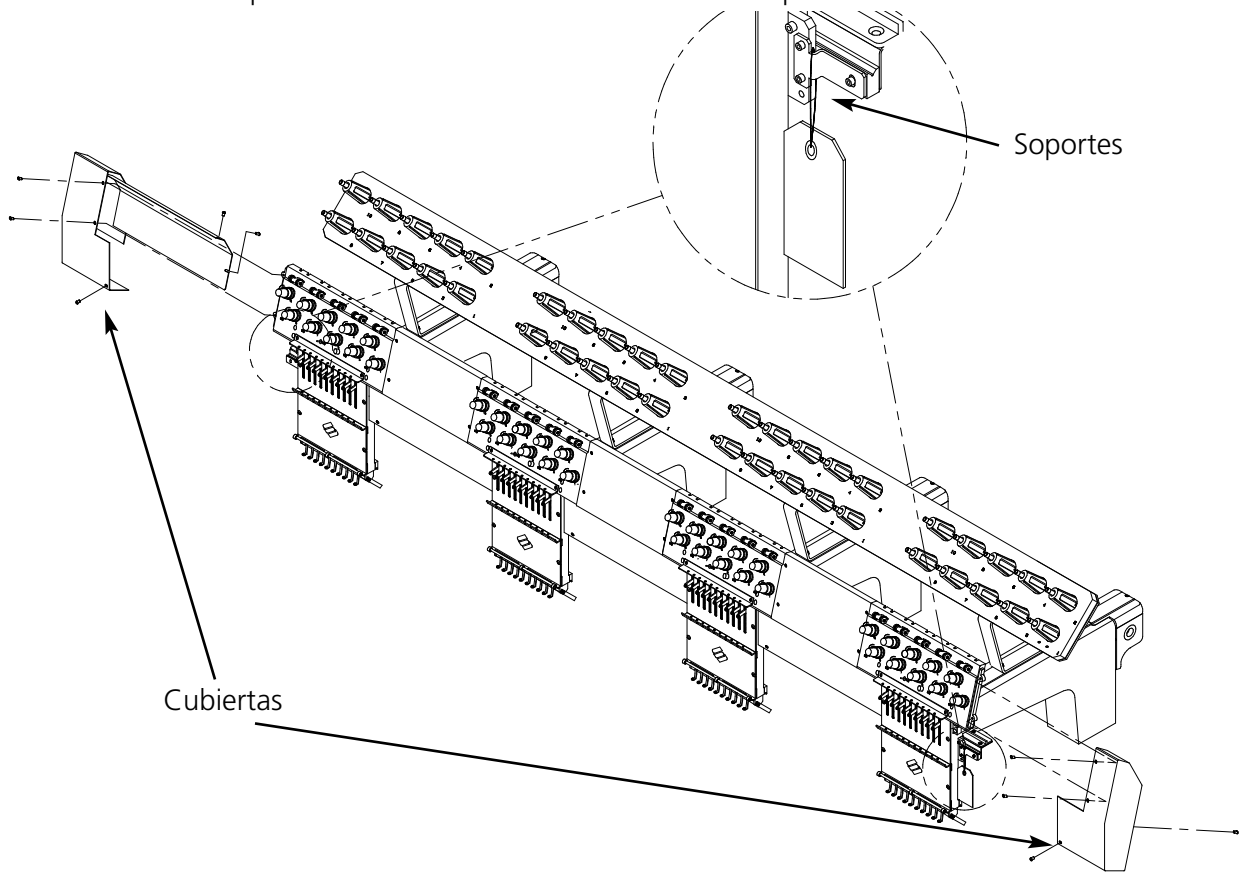

Figura 1-20
1. Retiren los dos soportes (se coloca una marca de precaución a cada uno). Consulten la figura 1-20.
3. Instalen las cubiertas de las extremidades izquierda y derecha, como mostrado en la Figura 1-20. Los tornillos para las cubiertas son instalados en la máquina.